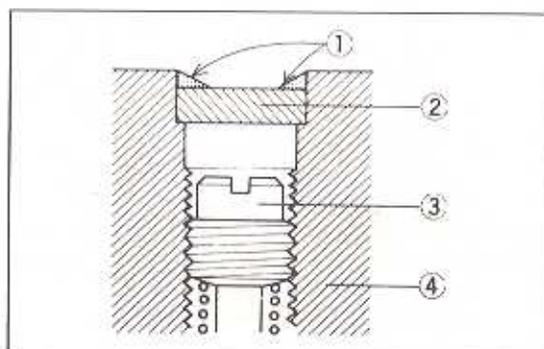

Bild 67
- Wo vorgesehen, die Plombe einsetzen und mit Zweikomponentenklebstoff sichern (Bild 67).